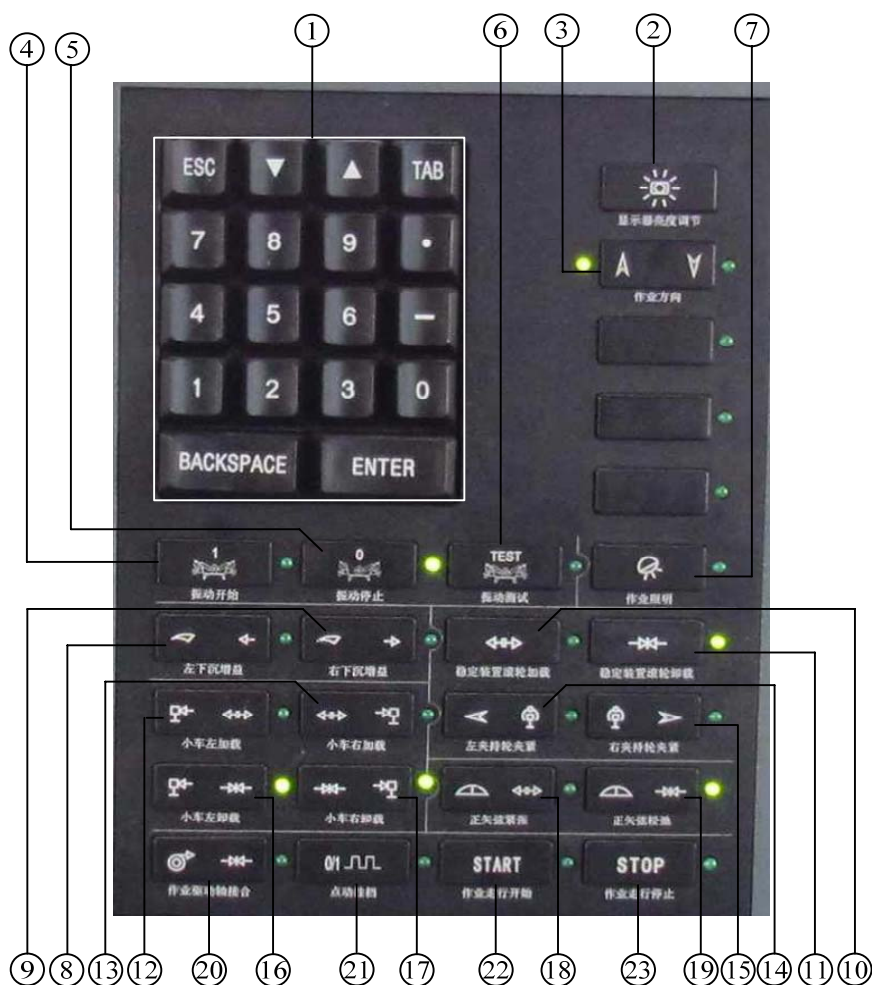
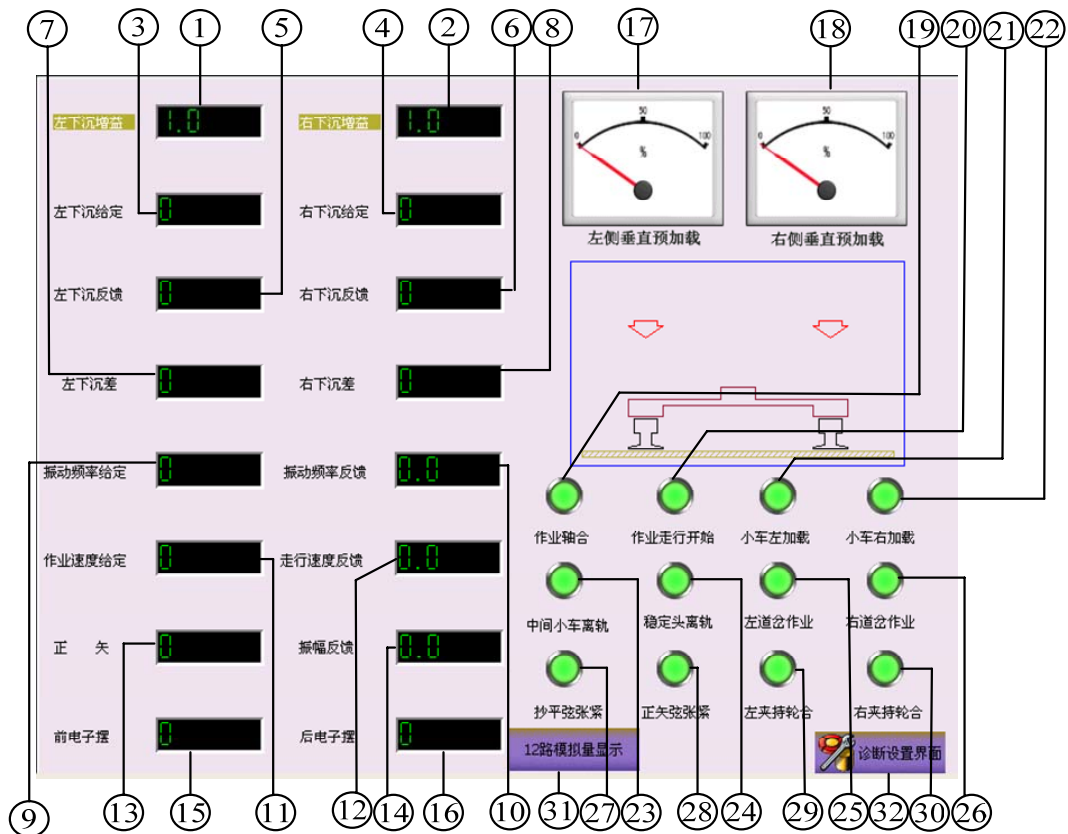

图20 B2 键盘
图21 B2 显示器主界面
① B2显示屏（J21模块，见图21详述）	② B2键盘（见图20详述）
③ 左加载压力表	④ 右加载压力表
⑤ 驱动补油压力表	⑥ 振动补油压力表
⑦ 作业压力压力表	⑧ 驱动压力压力表
⑨ 油位报警指示灯	⑩ 振动泵滤清器报警指示灯
⑪ 走行泵滤清器报警指示灯	⑫ 左比例阀滤清器报警指示灯
⑬ 右比例阀滤清器报警指示灯	⑭ 液油路滤清器报警指示灯
⑮ 液压油温表	⑯ 前转向架支撑开关
⑰ 前转向架张紧开关	⑱ 话筒开关
⑲ 振动频率给定旋钮（范围0~10V）	⑳ 作业速度给定调节旋钮（范围0~10V）
B2显示器主界面主要用于显示模拟量的给定值和反馈值，其主界面如图21所示。